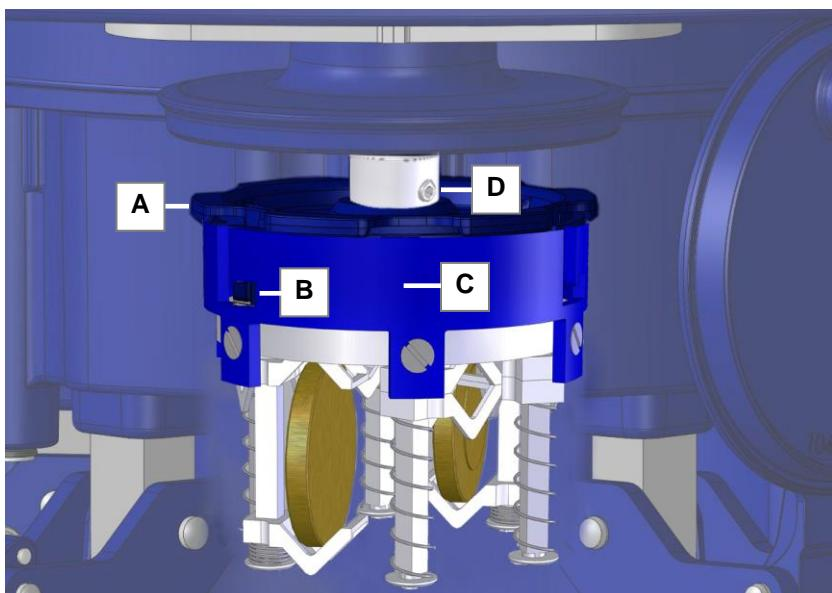

Fig. 6.3.1. Portamecanismos enganchado
El portamecanismos (*Fig. 6.3.1.C.*) se une mediante el cierre de bayoneta del alojamiento (*Fig. 6.3.1.A.*) a la máquina de limpieza.
Sujete el alojamiento (*Fig. 6.3.1.C.*) con una mano y presione primero el portamecanismos ligeramente hacia arriba y después, gírelo en sentido contrario a las agujas del reloj para extraerlo de los dispositivos de retención (*Fig. 6.3.1.B.*).
- A** **Alojamiento** para la cesta de limpieza y el portamecanismos. Durante la extracción del portamecanismos, el alojamiento permanece atornillado al eje de accionamiento mediante el perno roscado (*Fig.6.3.1.D.*).
Vuelva a fijar el portamecanismos en el alojamiento de la máquina de limpieza (*Fig. 6.3.1.A.*).
Asegúrese de que el portamecanismos esté correctamente sujetado en el dispositivo de retención (*Fig. 6.3.1.B.*).